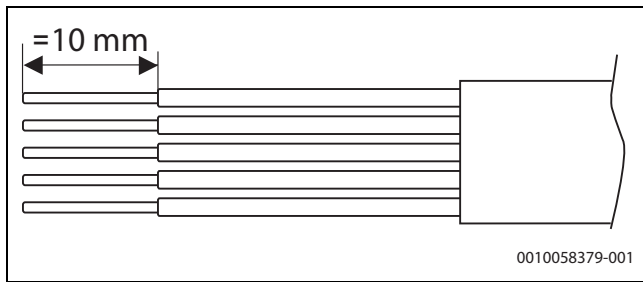

Bild 40 Abisolieren der Adern für den Netzanschluss
- CAN-BUS-Anschlusskabel durch die Kabeldurchführungen auf der linken Seite (1) führen.
- Anschlusskabel für die Stromversorgung durch die Kabeldurchführungen auf der rechten Seite (2) führen.
- ▶ Kabel wie in →Bild 40 gezeigt abisolieren.